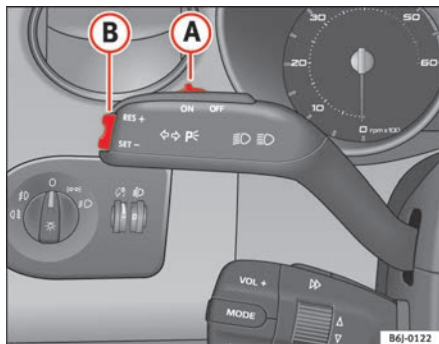

Abb. 103 Blinker- und Fernlichthebel: Schalter und Wippe für die Geschwindigkeitsregelanlage
- Schieben Sie den Schalter ⇒ Abb. 103 (A) nach links auf **ON**.